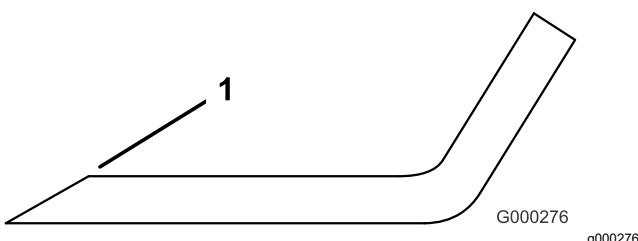

Figure 143
4. Aiguisez-les s'ils sont émoussés ou ébréchés (Figure 143).